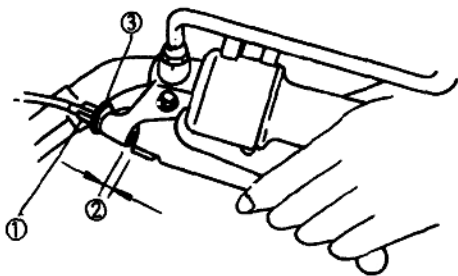

图 1-7 离合器握把自由间隙的调整
(1) 离合器握把自由间隙的调整。如图 1-7 所示,首先松开锁紧螺母③,旋转螺杆①,调整钢索的松紧,使自由间隙②为 2~3mm 即可。